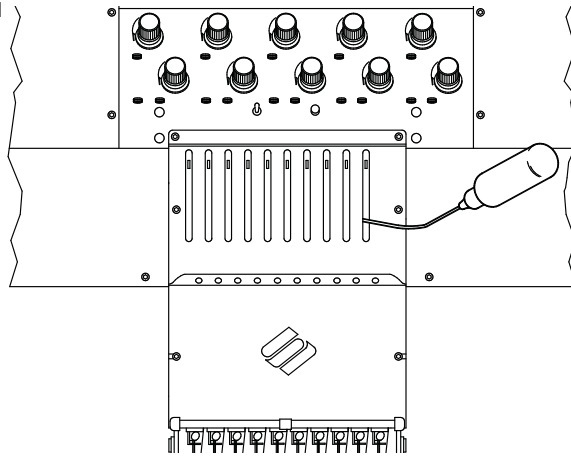

Figura 5-2
1. Per lubrificare la parte superiore, collocate il tubo di lubrificazione attraverso la scanalatura e mettete una o due gocce d'olio su ogni portaago nel posto mostrato nella Figura 5-2. Ripetete per tutte le dodici teste da ricamo.